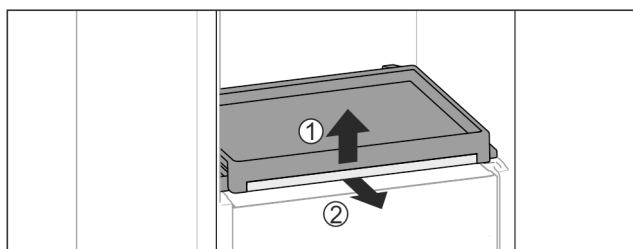

Fig. 113
- Ta ut uttrekksbordet med glassplaten: Løft glassplaten lett foran Fig. 113 (1) og trekk frem og ut Fig. 113 (2).